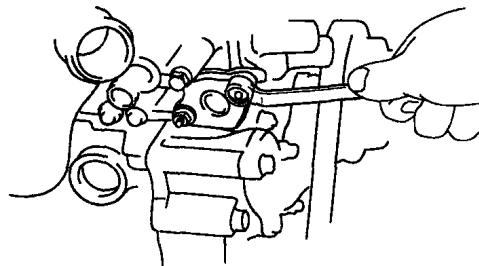

图 1-10 拆下两个螺母
4) 旋下两个螺母，如图 1-10 所示，拆下链条张紧器和垫片。